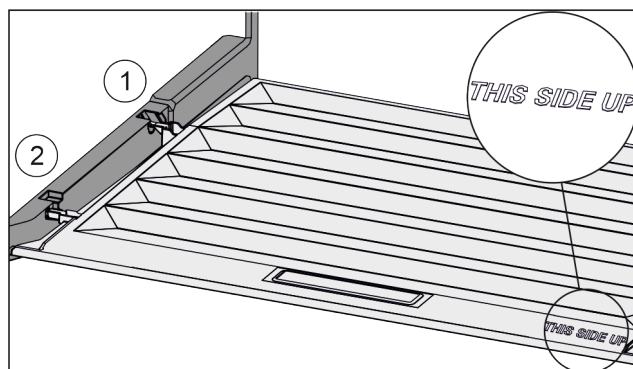

Fig. 125
- ▶ Introduceți nervura capacului prin orificiul suportului posterior Fig. 125 (1) și înclișetați-l în față în suport Fig. 125 (2).